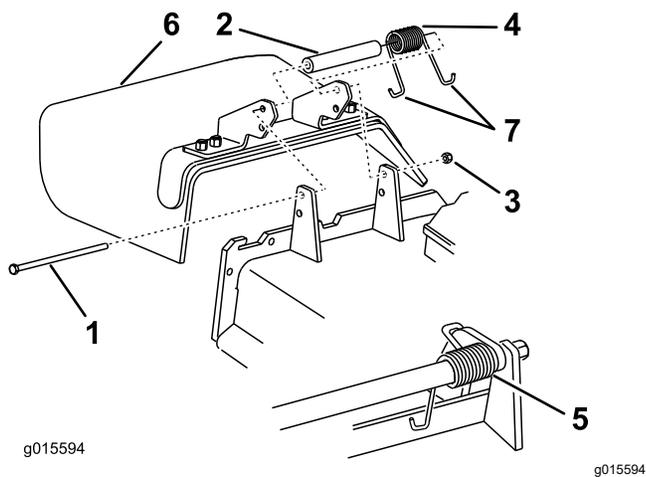

Figura 87
1. Retire la contratuerca, el perno, el muelle y el espaciador que sujetan el deflector a los soportes de pivote (**Figura 87**).
2. Retire el deflector de hierba dañado o desgastado (**Figura 87**).
Nota: Asegúrese de colocar un extremo con gancho en **J** del muelle detrás del reborde de la carcasa antes de instalar el perno, según se muestra en Figura 87.
- Coloque 1 extremo en **J** del muelle alrededor del deflector de hierba (Figura 87).